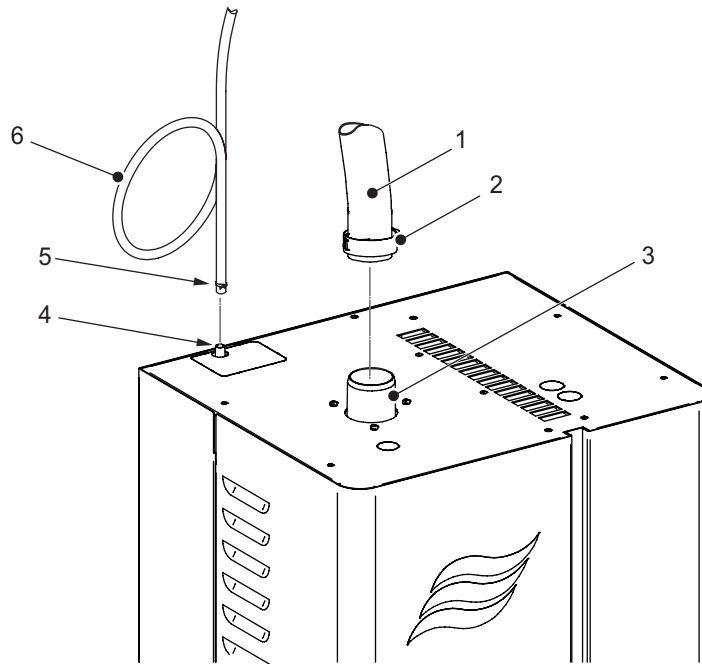

Bild 13: Schlauchanschlüsse am Befeuchter
- a. Schliessen Sie den Kondensatschlauch vom Ventilationsgerät mit einem nachfolgend aufgeführten Anschlüssen an. Siehe auch Bild 13.
- a. Verbinden Sie den Dampfschlauch mit dem Dampfadapter am Befeuchter und sichern Sie ihn mit einer Schlauchklemme (mitgeliefert) - das maximale Drehmoment beträgt 180 N·cm. Siehe Bild 13.